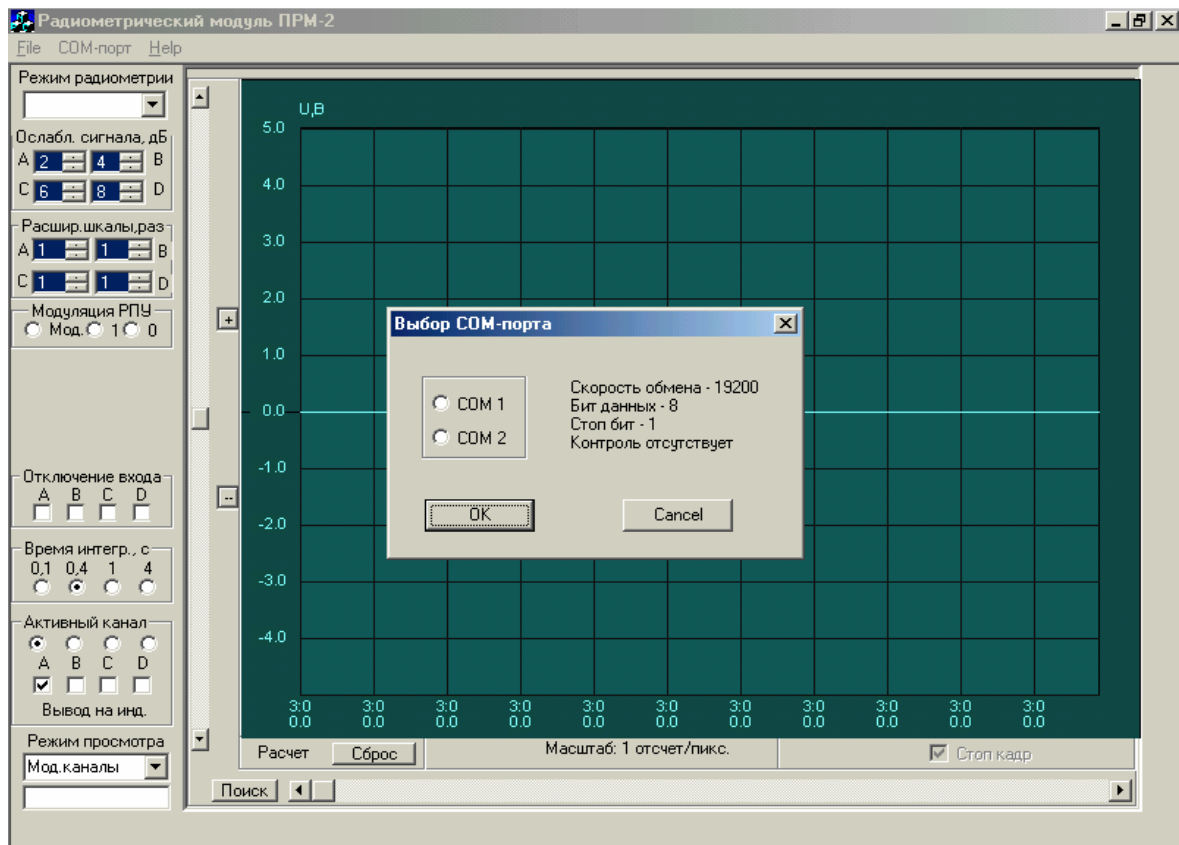
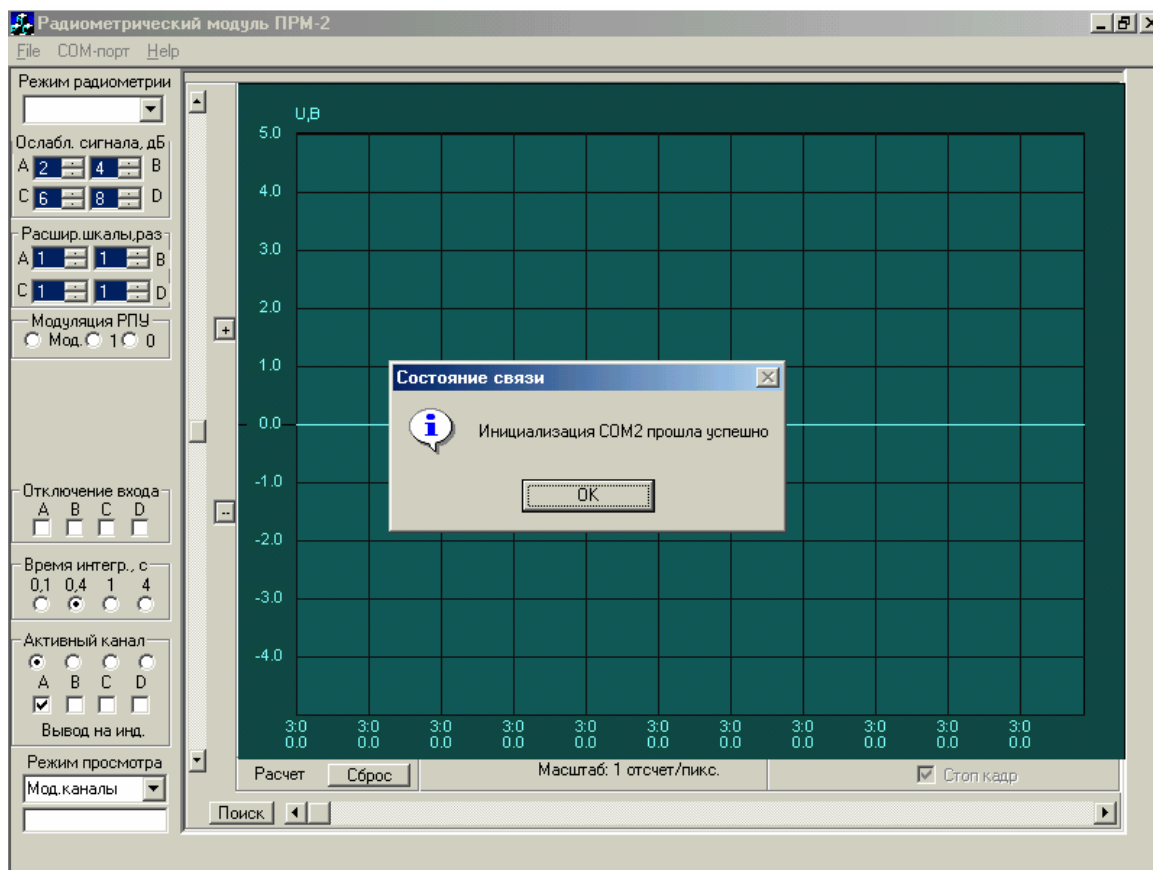

Рис. 3
Рис. 4
- активировать окно «СОМ-порт», затем окно «Инициализировать», появиться окно «Выбор СОМ-порта» (рис. 3). Поставить «клик» на «СОМ 2», нажать «ОК» (обычно на компьютерах на «СОМ 1» включена «Мышь», а «СОМ 2» используется для подключения внешних устройств), появиться окно «Состояние связи», показанное на рис. 4, нажать «ОК». ПРМ-2 готов к работе.